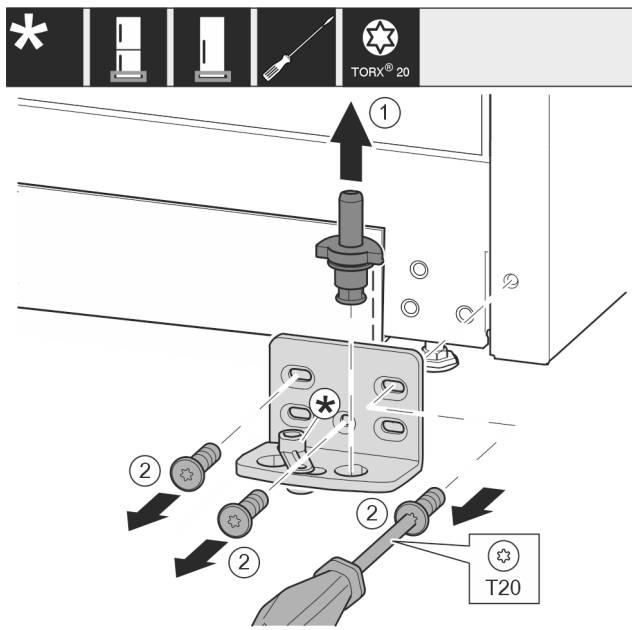

Fig. 11
- ▶ Húzza ki teljesen a csapszeget Fig. 11 (1) felfelé.
- ▶ Tekerje ki a csavarokat Fig. 11 (2) csavarhúzóval, és vegye le a csapágybakot.